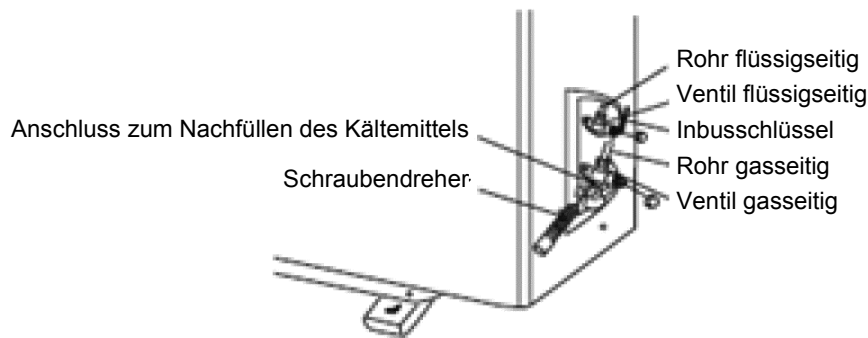

Abb. 7-3: Öffnen von flüssig- und gasseitigen Ventilen
- Öffnen Sie den Schaft des flüssig- sowie gasseitigen Ventils vollständig, wie im Bild 7-3 gezeigt.